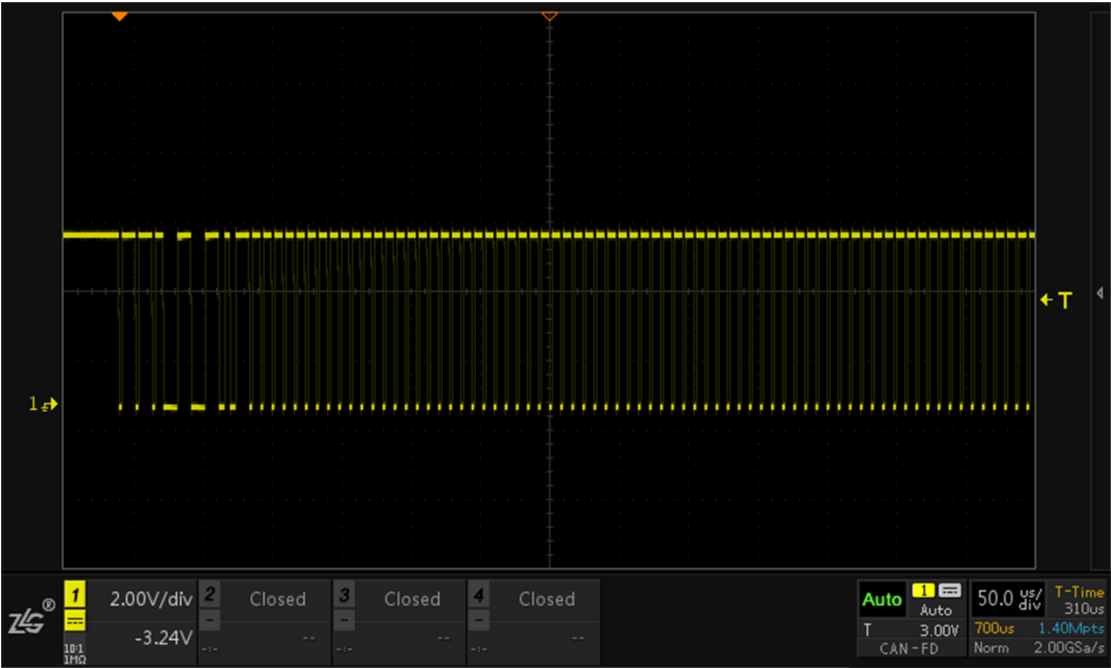

图 15-18 CAN-FD 信号捕获
- 1、将 CAN-FD 的信号接到通道 1 中，点击【Auto Setup】一键捕获波形，让波形以较好的效果显示在界面，如图 15-18 所示；